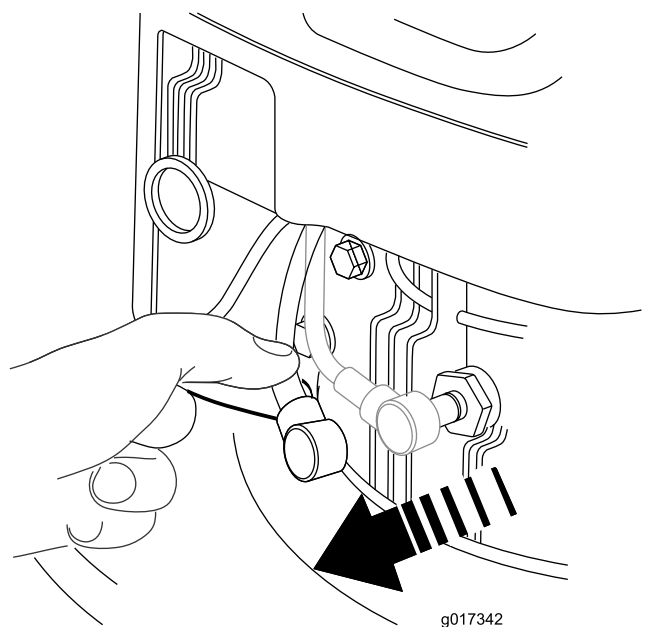

Рисунок 20
2. Отсоедините провод от свечи зажигания (**Рисунок 20**), прежде чем выполнять любые процедуры технического обслуживания.